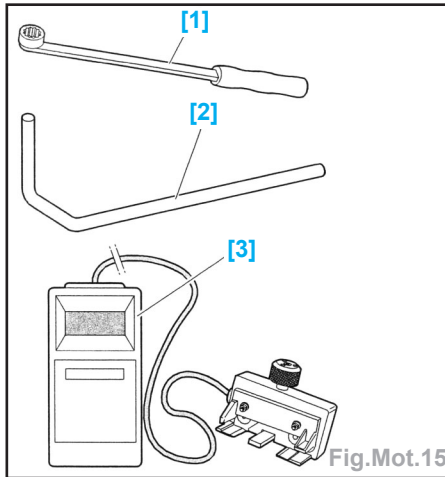

Fig.Mot.15
- Outils nécessaires (Fig.Mot.15) :